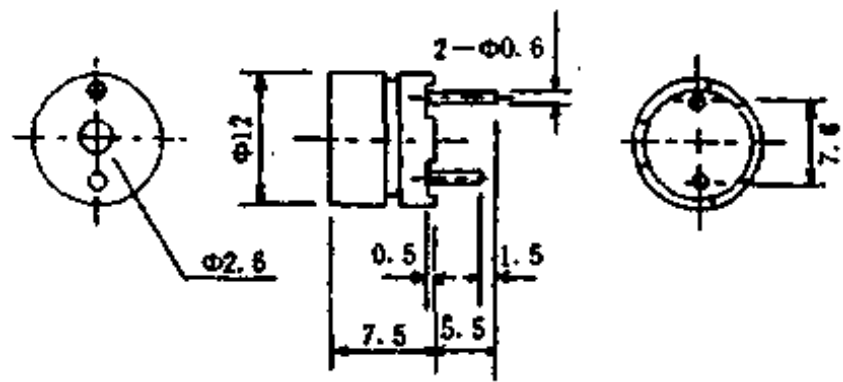

图 2-20 YMD-12075 系列外形安装图
2. YMD-12095-(II)型是在(I)型的基础上研制的新产品(如图2-20所示),属国内首创,外型体积、重量、功耗、额定电压、适应温度范围等与(I)型相同,也自带音源。两者所区别的是:(I)型发出的是连续长声,而(II)型发出的是清晰、响亮、节奏分明的断续声。音响提醒效果更佳。该产品分两种节奏,一种发出四声间断,和传呼机声音相似;一种是间隔一声发音。选购时请注意,该产品应用于一般报警、提醒器等。